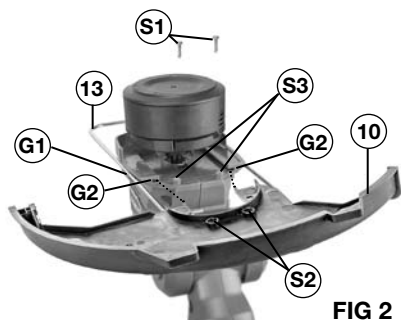

FIG 2
### INSTALACIÓN DEL PROTECTOR DE ALAMBRE Y DEL PROTECTOR DE SEGURIDAD (FIG 2)
1. Instale el protector de alambre (13) a través de las ranuras (G1) en ambos lados de la cabeza del motor, como se muestra en la FIG 2. Asegúrese de que el protector de alambre encaje perfectamente en las ranuras.